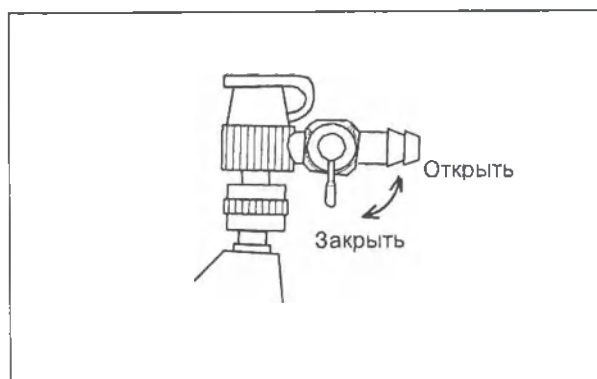

Рисунок 4.4
- Если к всасывающему разъему эндоскопа подключается отдельный всасывающий насос, а всасывающий клапан нажат, когда всасывающая втулка щипцов используется для всасывания, объекты аспирации могут засорить клапан всасывания или другие детали. Когда всасывающая втулка щипцов используется для всасывания, регулируйте силу всасывания путем эксплуатации распределительного крана всасывающей втулки щипцов (см. Рисунок 4.4). Никогда не пытайтесь эксплуатировать всасывающий клапан эндоскопа при использовании всасывающей втулки щипцов для всасывания.